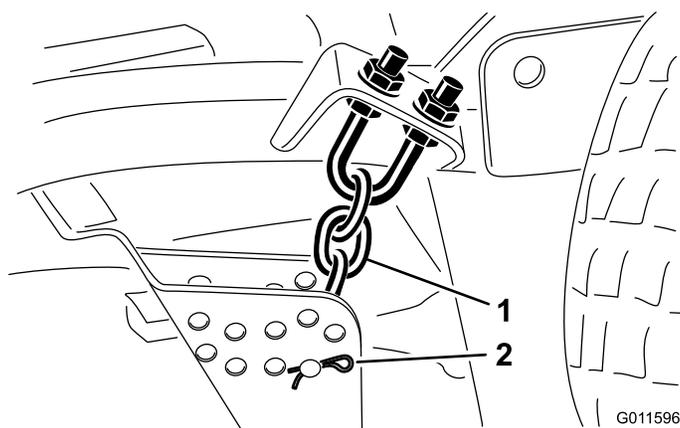

Figura 18
- Togliete la coppiglia e il perno con testa che fissano le catene dell'altezza di taglio sul retro dell'apparato di taglio (Figura 18).